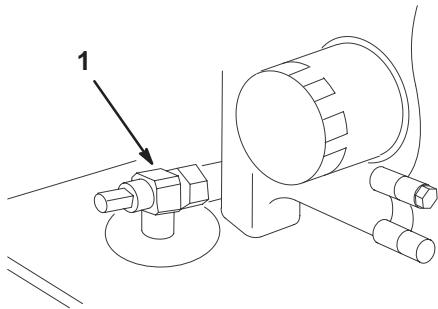

Figure 32
3. Placez un bac de vidange sous l'orifice de vidange. Ouvrez le robinet de vidange avec un tournevis à lame plate, une clé de 3/8 pouce ou de 10 mm (Fig. 32).
4. Tournez le robinet dans le sens horaire pour le fermer et dans le sens anti-horaire pour l'ouvrir (Fig. 32).
5. Quand toute l'huile s'est écoulée, refermez le robinet de vidange (Fig. 32).